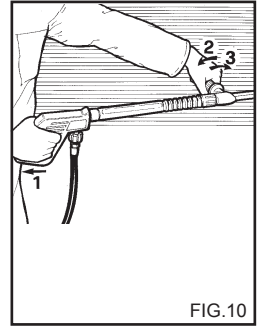

FIG. 10
**EMPLOI DE LA LANCE DOUBLE (fig. 10)**